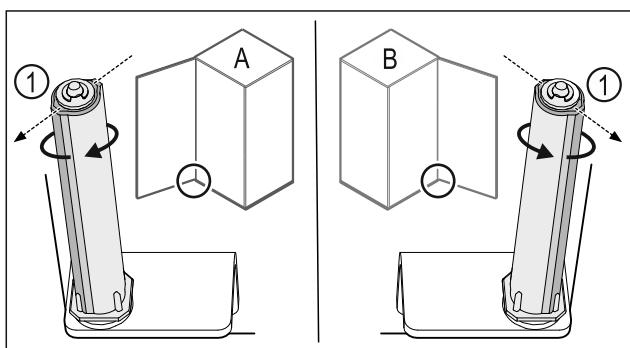

Fig. 33 Kreisais atbalsts (A) / labais atbalsts (B)
- Grieziet slēgšanas sistēmu pret pretestību, līdz slēgšanas sistēmas balstiņš Fig. 33 (1) ir vērts uz augšu.